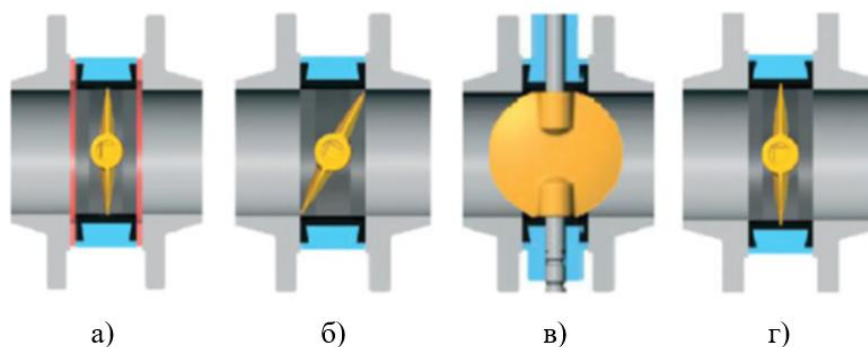

Рисунок 5.56. Процедура установки затвора
Диск должен быть приоткрыт, не выходя за корпус затвора, рис. 5.56б).
- Выполнить пробное открытие-закрытие затвора рис. 5.56в).
В случае монтажа затвора с диском в закрытом положении, седловое уплотнение затвора (манжета) деформируется, и дальнейшее открытие диска будет затруднительным или невозможным, рис. 5.56 г).